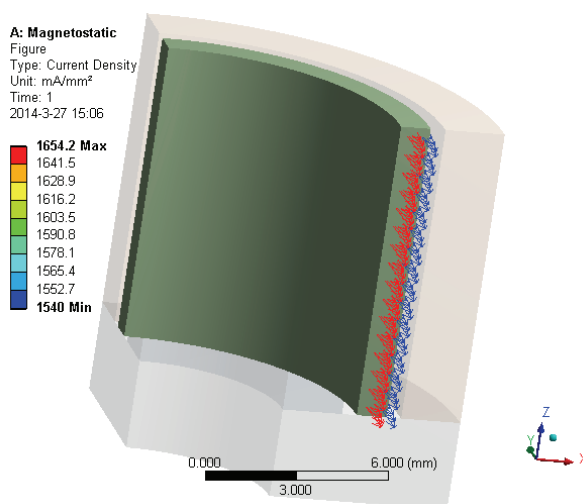

图 23-19 电流密度
11) 在 Outline 树结构图中的 Current Density 上单击右键, 在弹出的快捷菜单中选择 Evaluate All Results, 此时进行求解, 求解后得到的图形如图 23-19 所示。